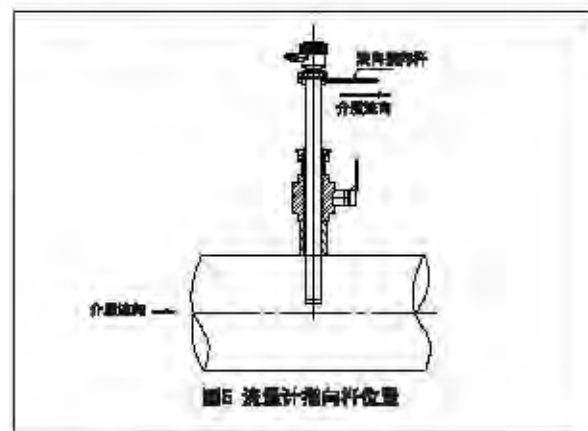

图5 流量计指向杆位置
- 稍稍松开锁紧螺母3，转动流量计插入杆，特别注意使流向指向杆悬空端指向管道下流且与管道介质流向一致；要求偏差小于0.5%。拧紧锁紧螺母3。(见图5)